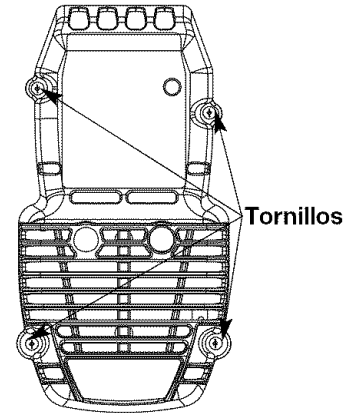

Fig. 17
1. Saque los cuatro (4) tornillos que sostienen la cubierta del silenciador / filtro de aire (Fig. 17). Use un destornillador de vástago plano o de broca Torx N° T20.
2. Inserte los cuatro (4) tornillos en los orificios de la cubierta del silenciador / filtro de aire (Fig. 17) y ajústelos. No los ajuste demasiado.
9. Reinstale la tapa del filtro de aire / silenciador (Fig. 17).